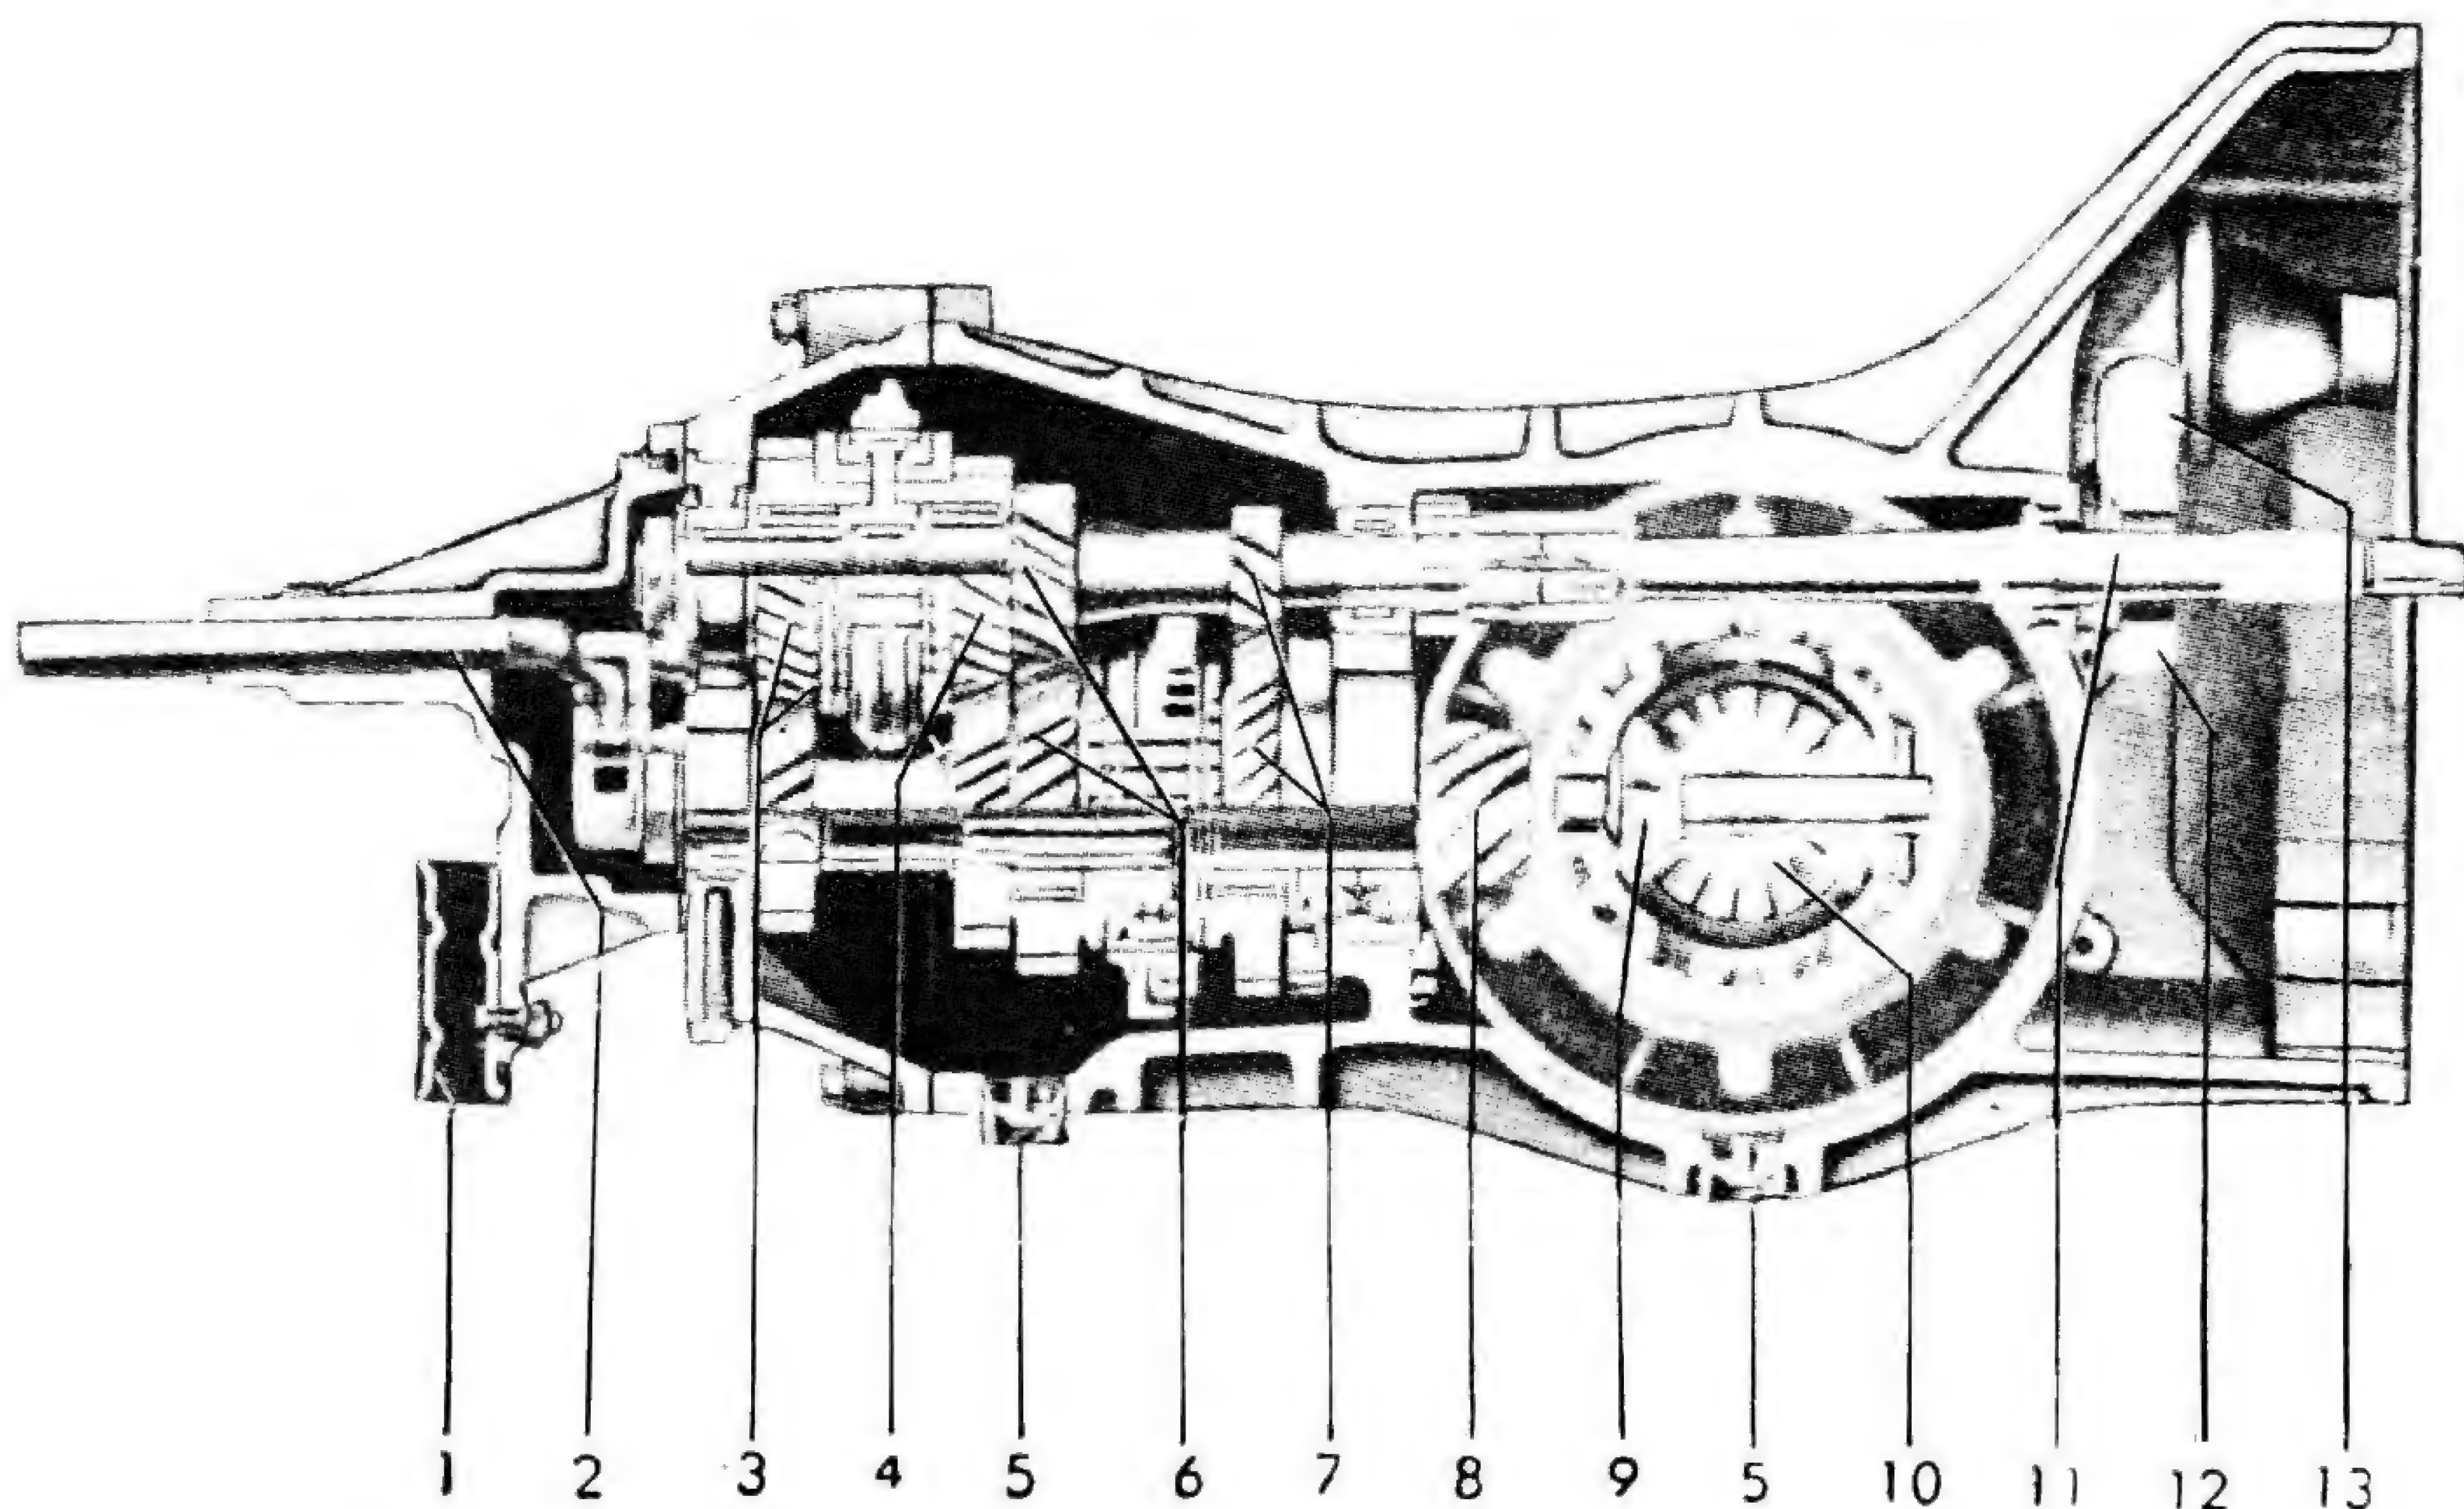
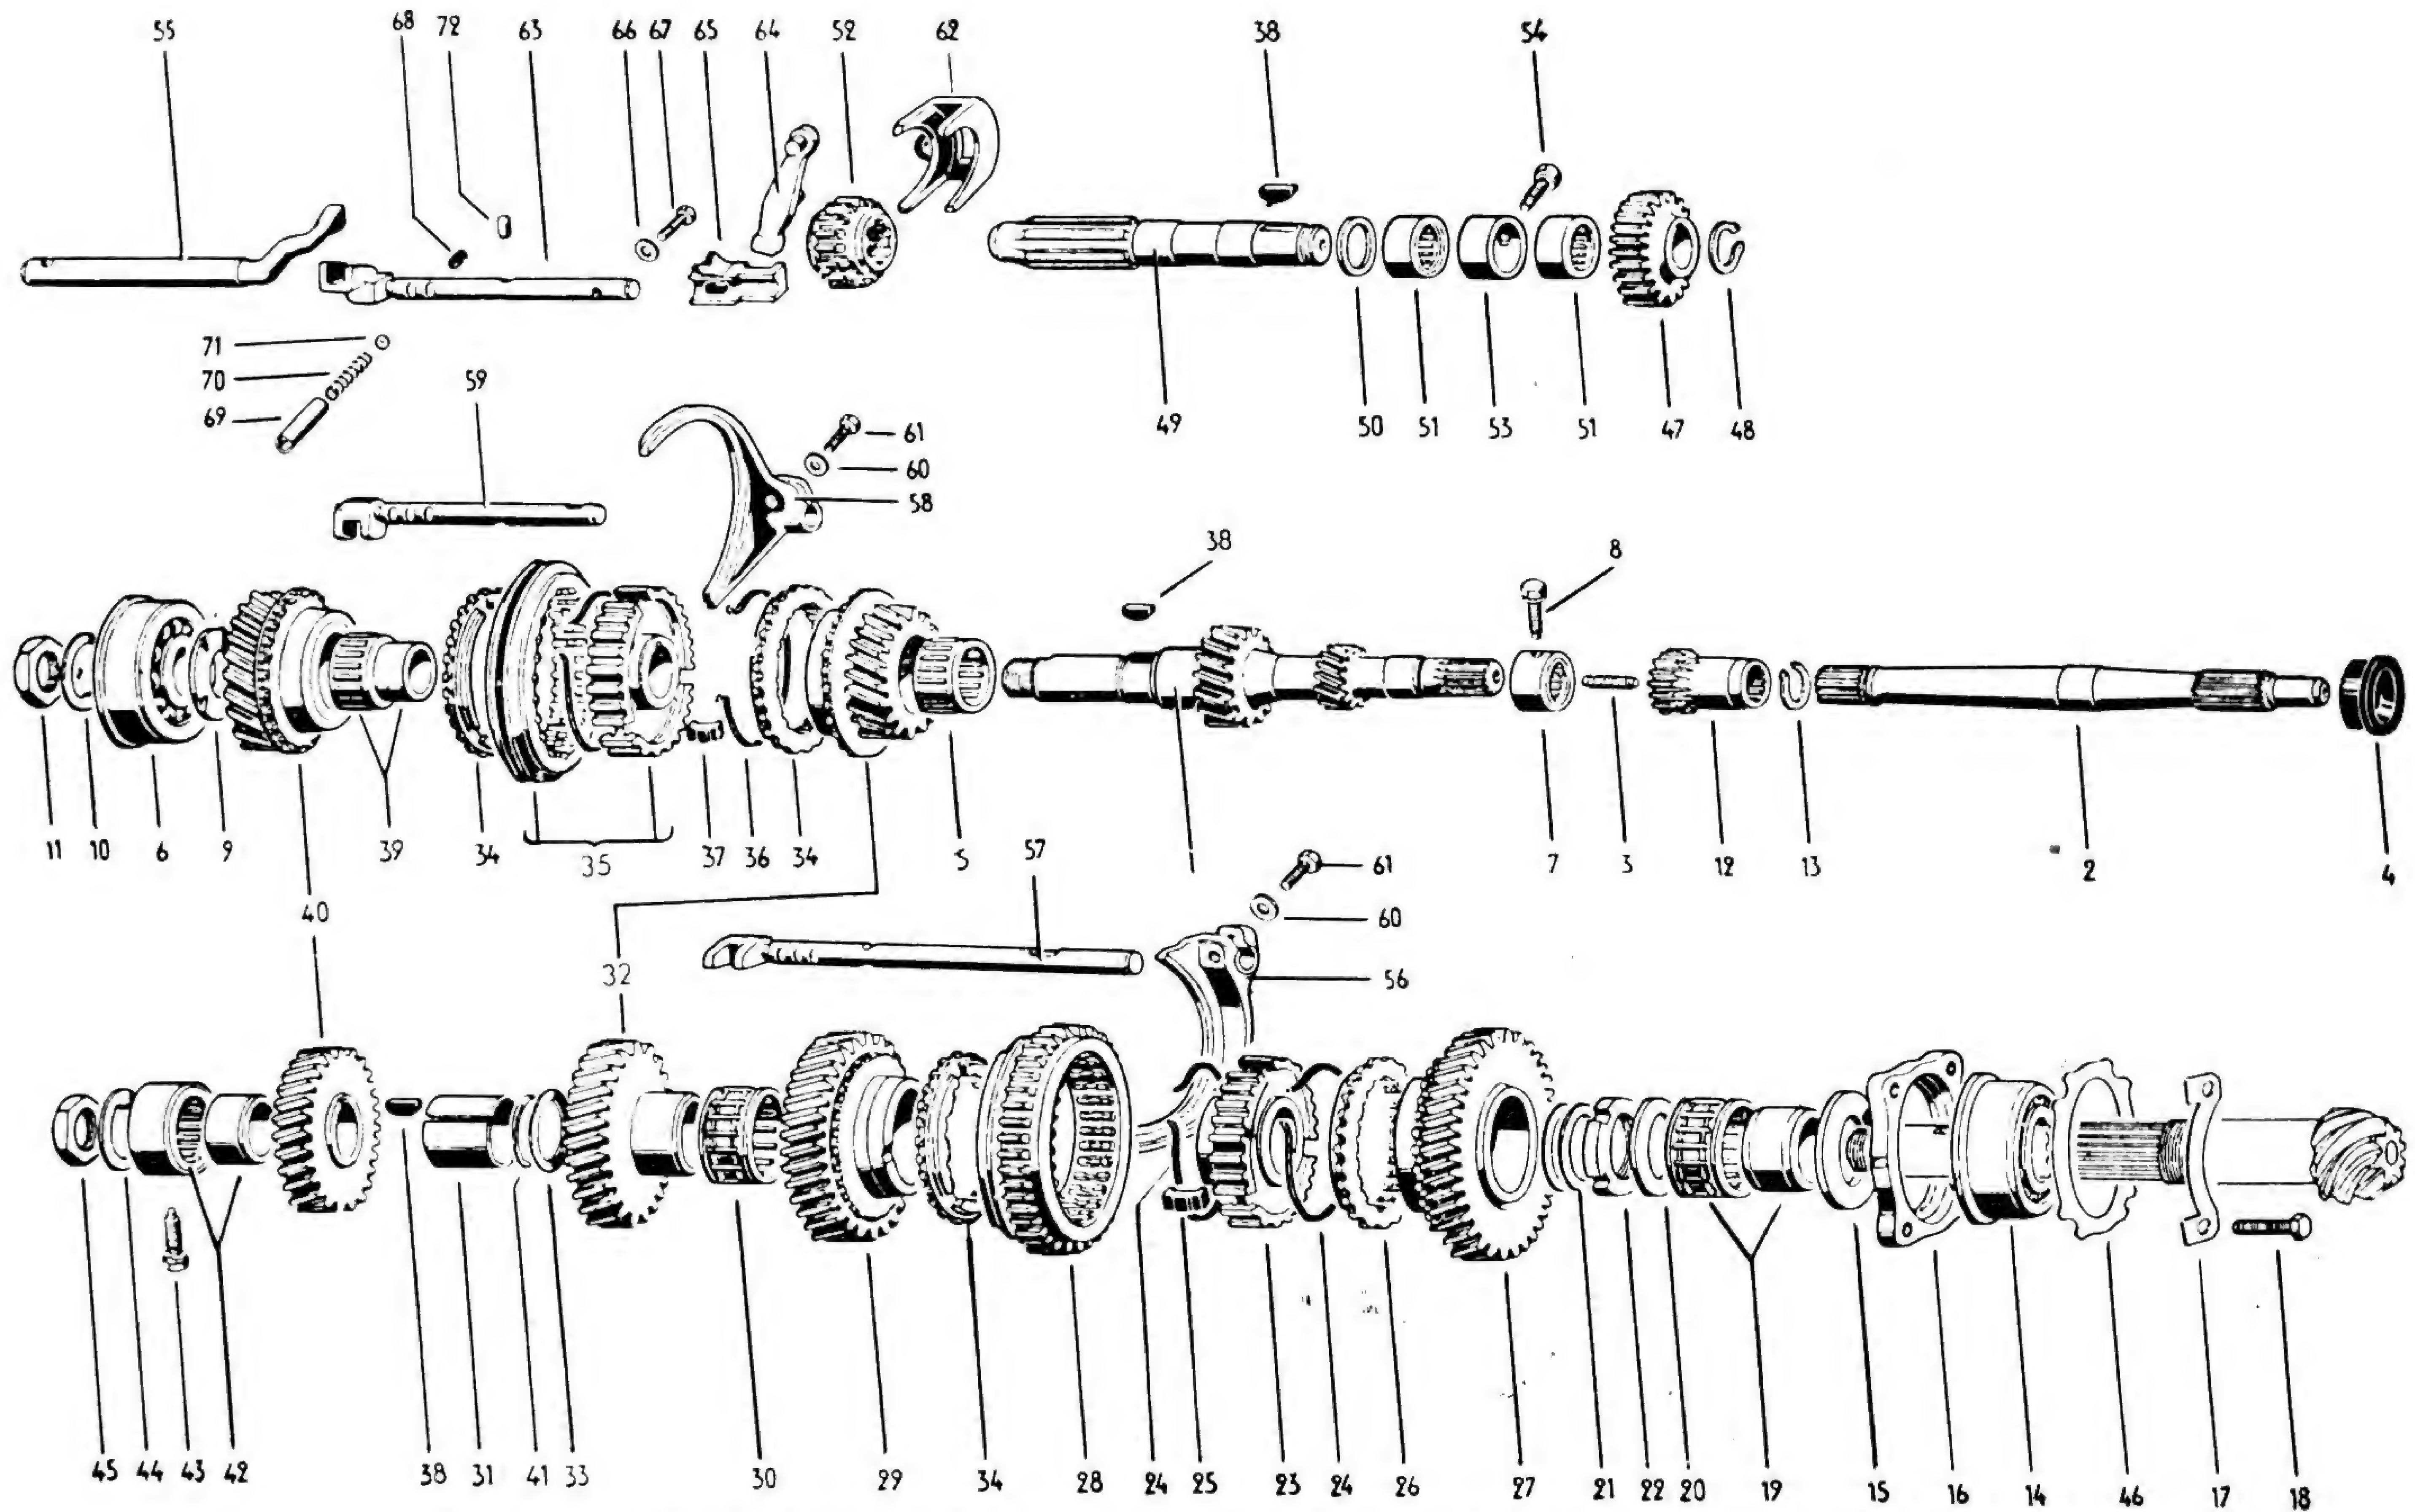

Fig. 1-K — Corte da caixa de mudanças e diferencial
Fig. 5-K — Peças internas da caixa de mudanças totalmente sincronizada
Internamente, as engrenagens e sincronizadores se distribuem em duas árvores, a primária e a secundária, além do eixo da engrenagem de marcha-a-ré. A árvore primária se divide em duas partes, a dianteira (1, fig. 5-K) e a traseira (2) As figs. 1, 2 e 5-K ilustram a caixa de mudanças sob vários aspectos, mostrando, inclusive a nomenclatura das peças.
- Solta-se o anel de retenção (13, fig. 5-K) da manga de acoplamento da árvore primária com a engrenagem de marcha-a-ré (12), retira-se essa peça e também a árvore primária (2).
- Retiram-se os parafusos do flange retentor do rolamento do pinhão (18 e 16, fig. 5-K).
- Retiram-se o anel de retenção da engrenagem de marcha-a-ré (47, 48, fig. 5-K), a engrenagem e a chaveta.
- Retira-se a árvore intermediária de marcha-a-ré (49) e a arruela de encosto (50).
- Retira-se o parafuso (54) que prende a bucha intermediária dos rolamentos de agulhas do eixo de marcha-a-ré.
- Retiram-se os calços de regulagem do pinhão. (46, fig. 5-K).
- Retira-se a haste deslizante de 3.^a e 4.^a (59, fig. 5-K).
- Remove-se o anel interno do rolamento de agulhas (42, fig. 5-K) e a engrenagem da 4.^a velocidade. Retira-se a chaveta (38), a bucha (31) a junta de regulagem (41) e a arruela (33).
- Retira-se a engrenagem de 3.^a (32) e a da 2.^a (29) e todo o corpo do sincronizador da 1.^a e 2.^a.
- Retira-se a engrenagem de 1.^a (27), o flange retentor do rolamento cônico (16) e as arruelas de regulagem da folga axial da 1.^a velocidade (21).
- Retira-se a porca redonda (22) usando-se o dispositivo VW 293.
- Retira-se a arruela de encosto (20) e o rolamento (19).
Fig. 7-K — A folga “a” indicada na figura ao lado, entre a arruela de encosto e a engrenagem de 1.^a velocidade na árvore secundária, deve ser de 0,10 a 0,25 mm. A correção se faz por meio de arruelas de ajuste (21, fig. 5-K).
Para se apertar a porca redonda (22, fig. 5-K) firma-se a árvore no dispositivo VW 293. A torção de apêto é de 12 kgm.
A folga axial da engrenagem de 1.^a velocidade (fig. 7-K) deve ser de 0,10 a 0,25 mm e se mede com a lâmina depois de colocado o conjunto do sincronizador de 1.^a e 2.^a. Para se corrigir essa folga existem arruelas de ajuste com espessuras de 0,10 — 0,15 — 0,20 — 0,25 — 0,30 e 0,40 mm. Essas arruelas são designadas pelo n.º 21 na fig. 5-K.
Desmontagem e verificação da árvore primária. — (Referências a legenda da fig 5-K). Retira-se a arruela de encôsto (9) a engrenagem (40) o rolamento de agulhas (39), o anel sincronizador da 4.^a (34), o anel interno do rolamento, o sincronizador de 3.^a e 4.^a e a engrenagem de 3.^a velocidade (32). Usar a prensa em combinação com as ferramentas VW 401, 411 e 435. Retira-se o rolamento de agulhas da 3.^a. Desmonta-se o sincronizador de 3.^a e 4.^a velocidades.
Colocam-se os calços de regulagem do pinhão (16, fig. 5-K) no rolamento (14) e o flange retentor (16). Monta-se o garfo de marcha-a-ré e a engrenagem corrediça na alavanca de inversão. Engrena-se marcha-a-ré. Para facilitar a montagem, deve-se fixar dois pinos guia em dois furos diametralmente opostos do flange retentor.
Coloca-se a tampa da caixa de mudanças na carcaça e apertam-se os parafusos de fixação do flange retentor (18, fig. 5-K) a torção de 5 kgm.
Resta montar a árvore primária. Oleia-se a superfície de contacto de vedador (4, fig. 5-K). Aparafusa-se a árvore (1), ao trem de engrenagens pelo parafuso (3) até o batente e solta-se um pouco até que as estrias coincidam com as da manga de acoplamento (12).